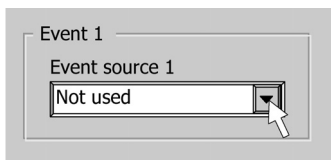

Figure 13
- Après avoir sélectionné la source de commande, cliquer sur l'onglet "Configuration". L'une des boîtes déroulantes affichée est appelée "Event source 1" (Figure 13).